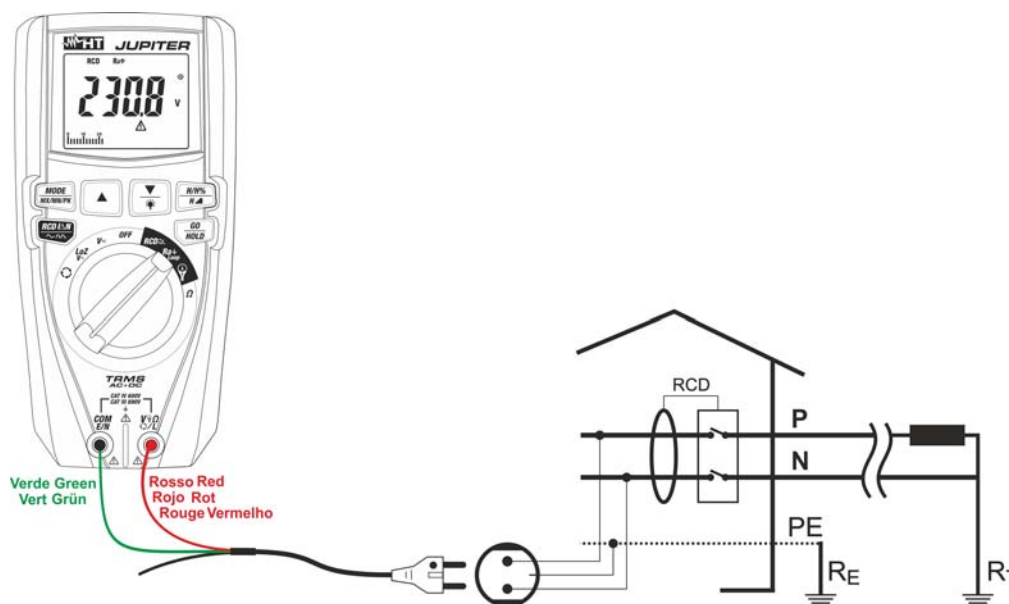

Fig. 17: Uso del instrumento para medida resistencia global de tierra con cable Schuko
5. En caso de uso del cable con toma shuko inserte el conductor rojo en el terminal de entrada **VΩOL** y el conductor verde en el terminal de entrada **COM/E/N** y conecte el instrumento a la instalación en examen (ver Fig. 17). El valor de la tensión Fase-Tierra se muestra en pantalla